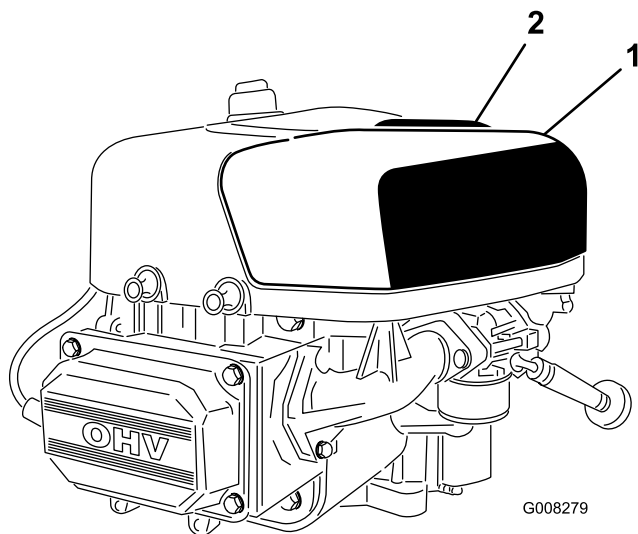

Figura 21
2. Alzate il manico del coperchio del filtro dell'aria e giratelo verso il motore (Figura 21).